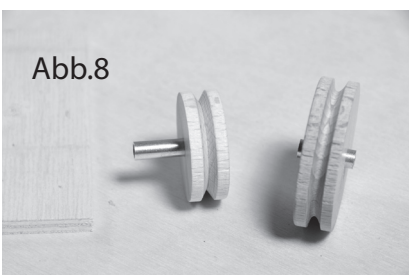

Abb.8
8. Die Schnurlaufräder auf die Messinghülsen stecken, so dass diese mittig auf den Hülsen sitzen (s. Abb. 8)